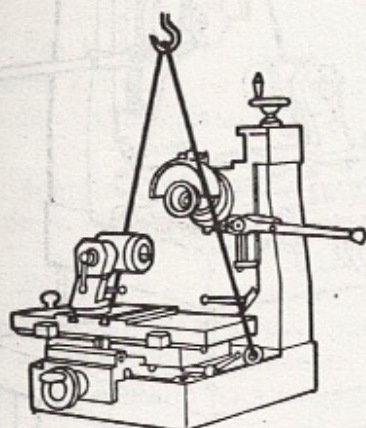

Fig. 1
3.º Si se adquiere la máquina sin la mesa soporte, se recomienda que el lugar donde se deposite para trabajar habitualmente. Ya sea una mesa, o banco de ajuste o similar. Posea buenas condiciones de rigidez, y esté libre de vibraciones. Ver fig. 1.